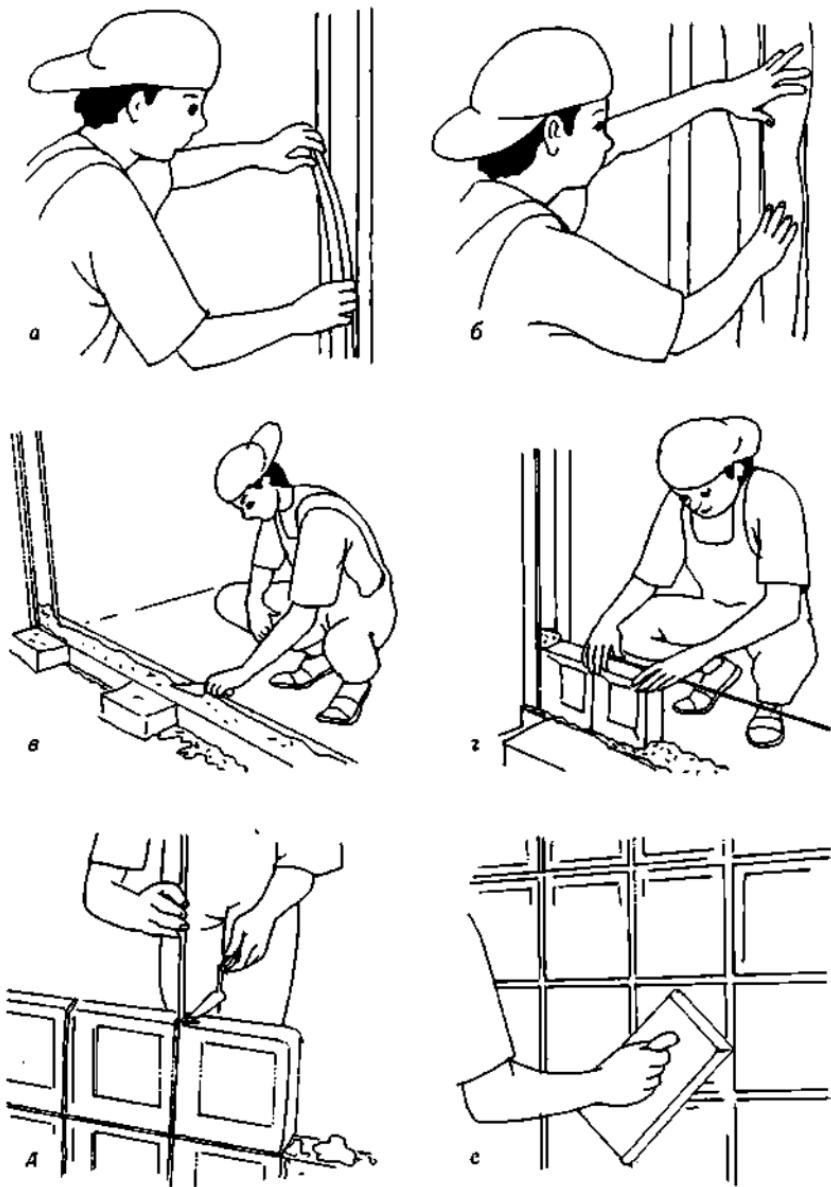

Рис. 58
- вдоль примыкания перегородки к стене устанавливается швеллерообразный профиль из оцинкованной стали (рис. 58 а);
- по внутренней грани профиля укладывают пропитанную битумом бумагу (рис. 58 б);
- по перекрытию устраивается основание перегородки. В данном случае бетонная смесь укладывается в деревянную опалубку (рис. 58 в);
- укладываются с двух сторон перегородки маячные стеклоблоки и натягивается шнур-причалка, по которому выкладываются все блоки ряда (рис. 58 г);
- в вертикальные (горизонтальные) швы устанавливается арматура и тщательно заделываются цементным раствором вертикальныестыки стеклоблоков (рис. 58 д);
- после выполнения работ по кладке всей перегородки из стеклоблоков затирают шов цементным раствором при помощи поролоновой терки (рис. 58 е).